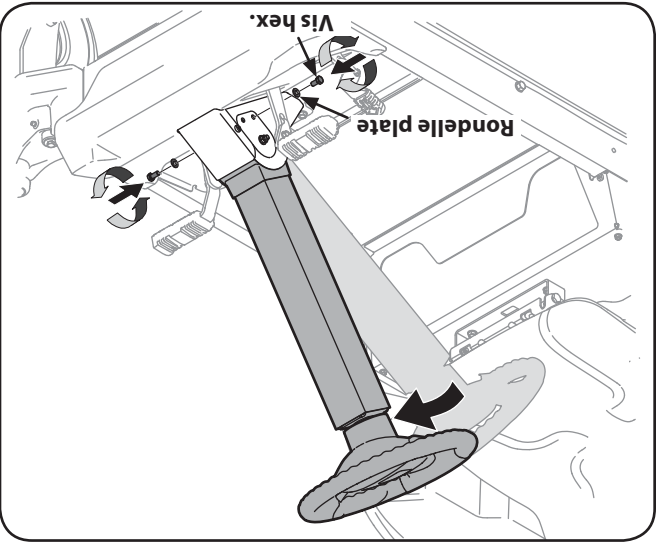

Figure 3-2
1. Placez la colonne du volant de direction à l'une des deux positions et maintenez-la en place avec les vis hex. et les rondelles plates emballées séparément. Voir la Figure 3-2.